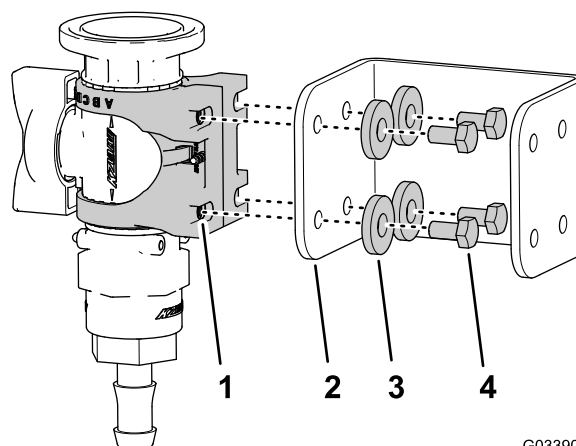

Bild 12
3. Befestigen Sie die Ventilbefestigung mit den vier Schrauben (6 mm x 12 mm) und vier Flachscheiben an der Regelventilhalterung (Bild 12); ziehen Sie die Schrauben mit 10–12 N·m an.